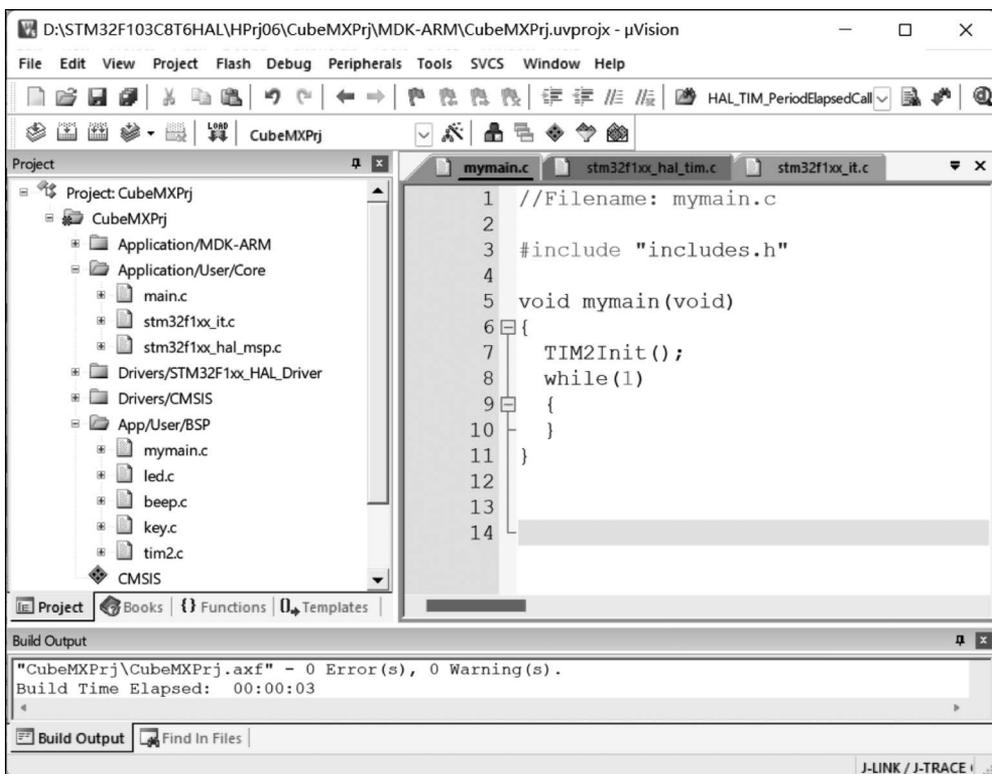

图 5-17 工程 HPj06 工作窗口
(5) 在 includes.h 文件的末尾添加语句 #include "tim2.h",即包括头文件 tim2.h。
(6) 将文件 tim2.c 添加到工程管理器的 App/User/BSP 分组下,完成后的工程如图 5-17 所示。